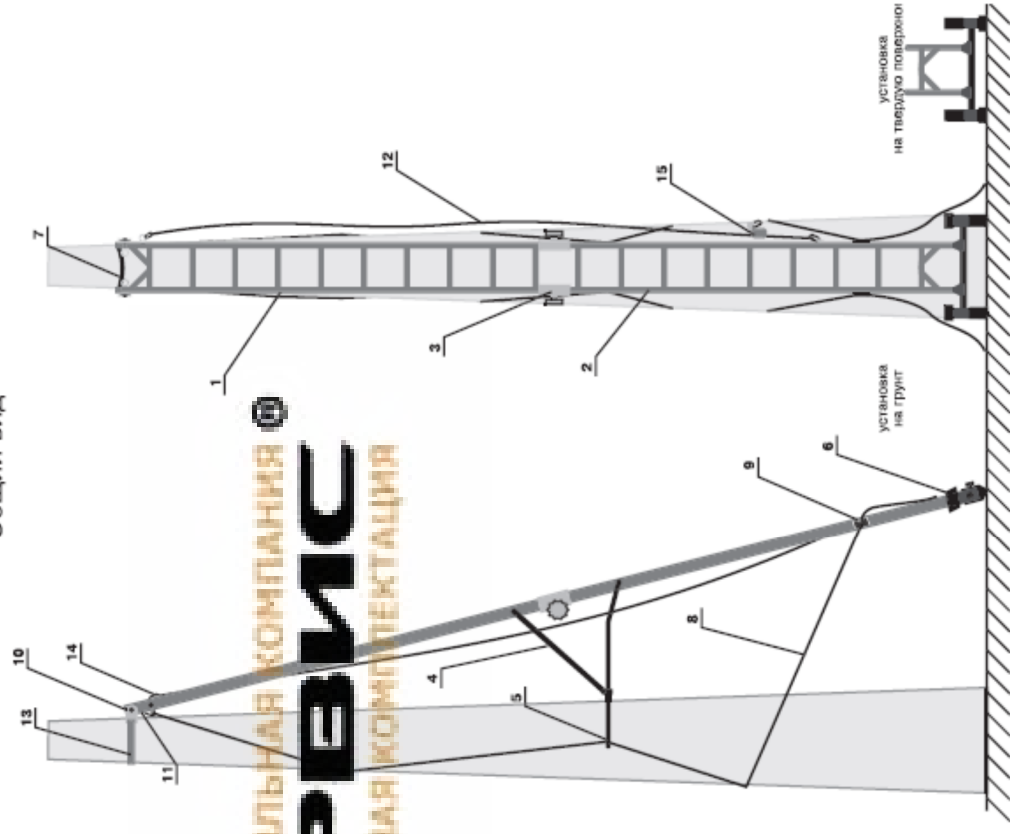

Рис. 2
Лестница состоит (см. рис. 2) из двух лестничных элементов (1 и 2), которые соединяются друг с другом с помощью двух боковых зубчатых поворотных узлов (3), приводимых в зацепление фиксатором.